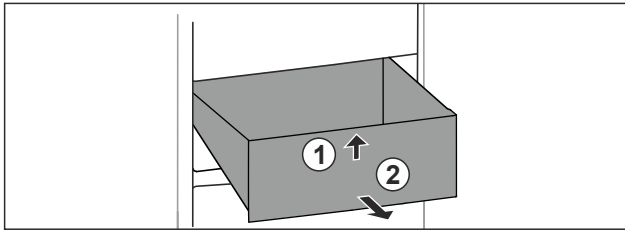

Fig. 93
- ▶ Soulever la partie avant du tiroir. Fig. 93 (1).
- ▶ Retirer le tiroir par l'avant. Fig. 93 (2)